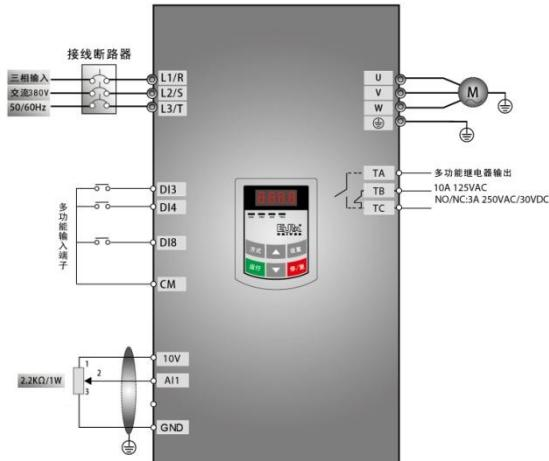

图 5-3 接线图 3
(1) 按图 5-3 配线，检查接线正确后，合上空气开关，变频器上电。注意：外部模拟信号设定电位器可选择 2K~5K 电位器。对于精度要求高的场合请选用精密多圈电位器，接线使用屏蔽线，屏蔽层近端可靠接地。